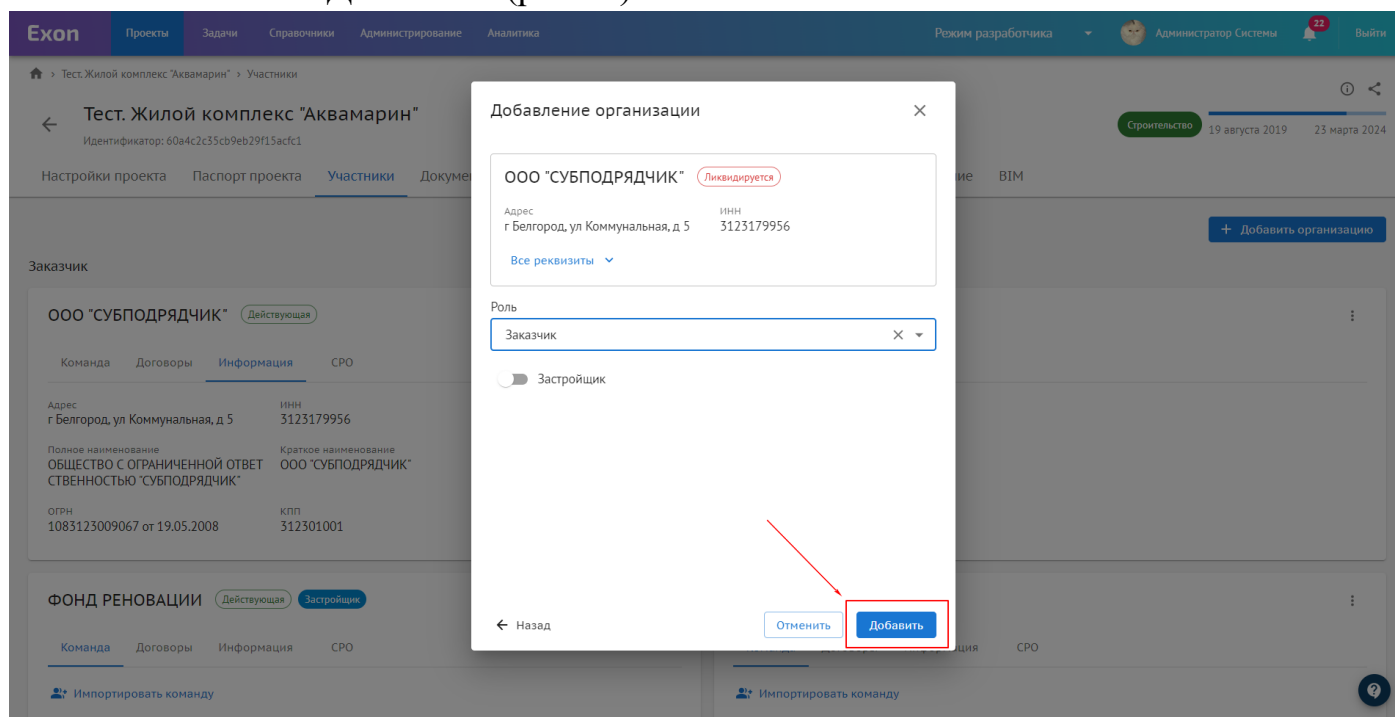

Рис. 26 – Добавление организации
6. Нажать «Добавить» (рис.26).